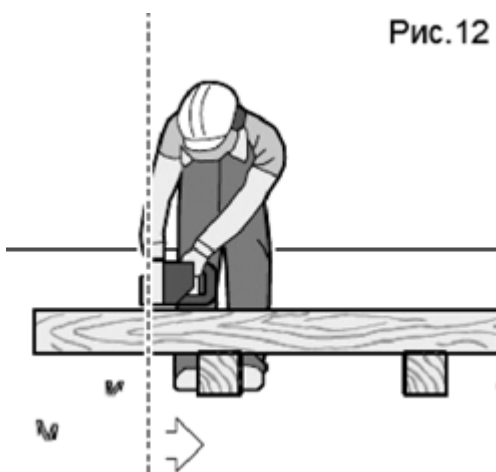

Рис. 12
- Укладывайте ствол, как это показано на рисунке, и обеспечьте его опору так, чтобы распил не сужался, и пильная цепь не могла зажиматься (рис. 12).